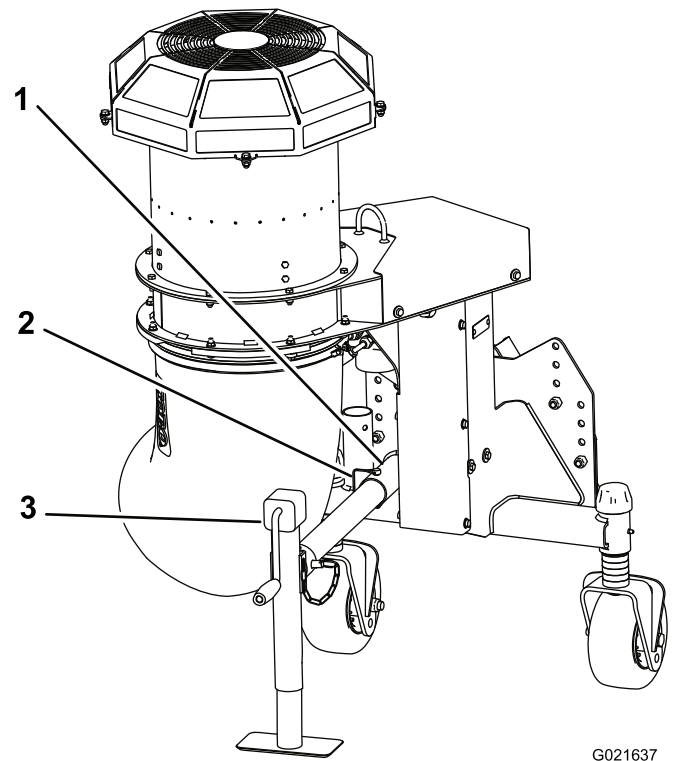

Figura 8
8. Introduzca el tubo del gato fijo en el tubo del bastidor, alinee los taladros y sujételo en esa posición con el pasador de alambre (Figura 8).